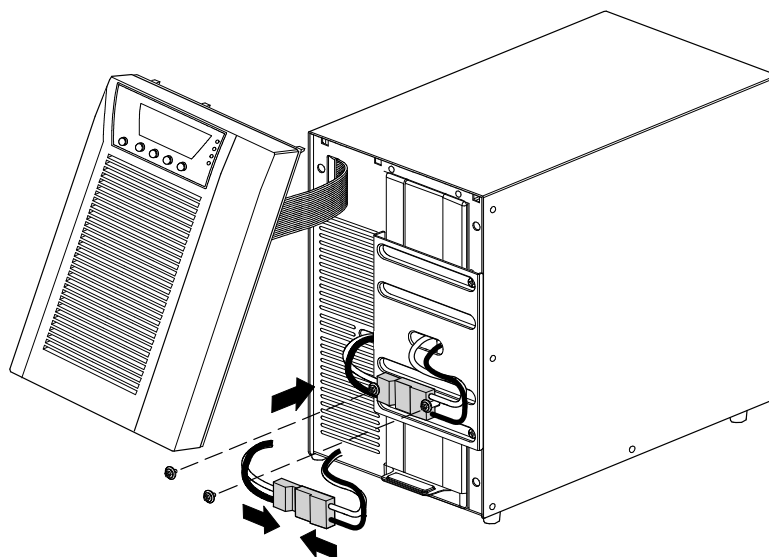

Figura 15. Conexión de las baterías internas del SAI
2. Conecte el conector de la batería interna (consulte Figura 15).
3. Retire los dos tornillos de la montura de tornillos y guárdelos (consulte Figura 15).